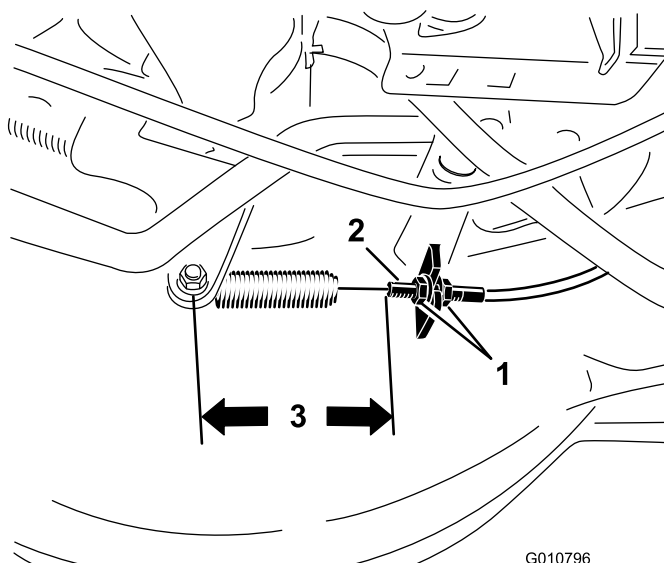

Bild 26
4. Lockern Sie die Muttern des Messerbremszugs, bis sich der Bremszug verschieben lässt (Bild 26).
Hinweis: Der Abstand zwischen dem Ende des Bremszugs und der Schraube, mit der die Feder verankert ist, sollte 11,4 cm betragen. Siehe Bild 26.